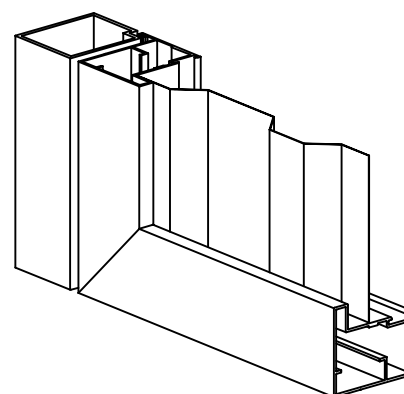

Рис. 7.6.5 – Калитка со встроенным монтажом, направлением открывания влево, наружу
- калитки со встроеным типом монтажа с открыванием наружу (рис. 7.6.5, 7.6.6);